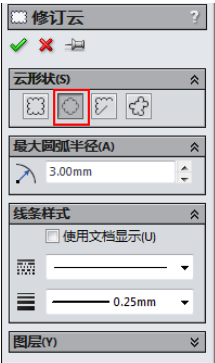

图 9-143 设置参数
- 02 单击【注解】选项卡上【修订云】按钮，系统弹出【修订云】对话框。在对话框中选择云形状为【椭圆】，设置最大圆弧半径为 3mm，并修改线粗为 0.25，对话框如图 9-143 所示。